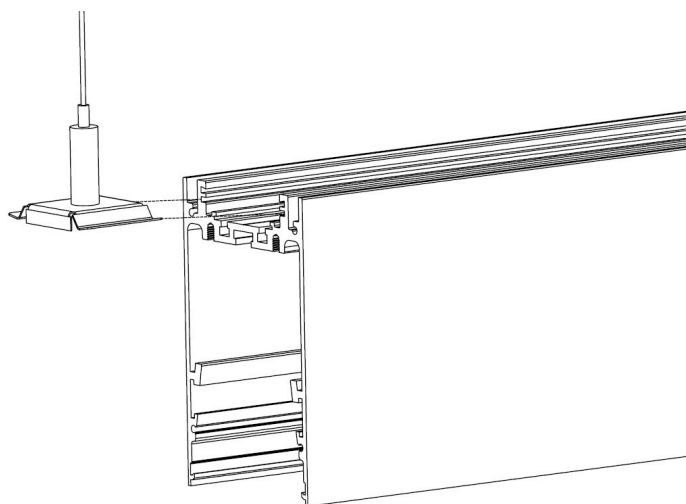

Рис.2
- Установите комплект подвесов (см. п. 3.1) в паз на верхней части корпуса светильника (Рисунок 2);